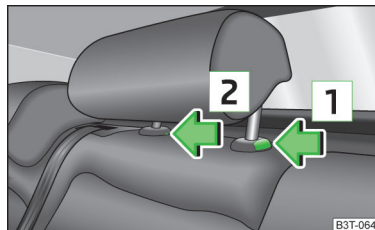

Fig. 69 Tetiera scaunului central din spate la autovehiculele cu sistem TOP TETHER
- › Apăsați tasta de siguranță în sensul săgeții [1] » fig. 69, în același timp apăsați cu o șurubelniță plată cu lățimea de max. 5 mm tasta de siguranță în orificiul [2] și trageți tetiera afară.